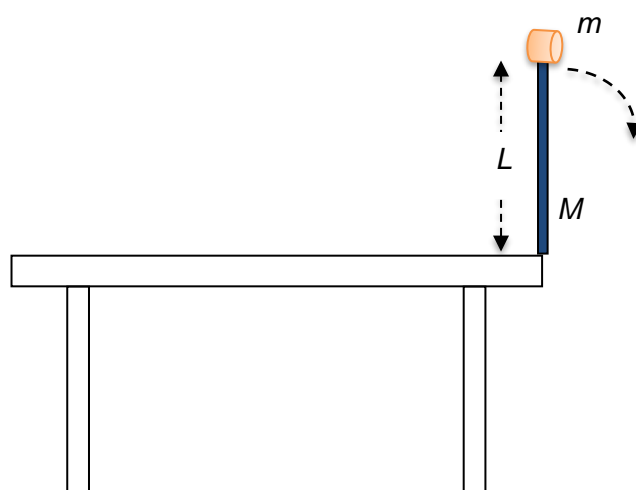

Figura 5. Ilustración de la rotación de la barra uniforme con objeto pegado a su extremo.
5. Repita el procedimiento anterior (pasos 1 a 3), pero esta vez agregue una masa puntual m al extremo superior de la varilla como se ilustra en la figura 5. Recuerde que se espera que la masa m se comporte como puntual, por lo cual se debe pegar o adherir en todo el extremo superior de la varilla una piedra, una tuerca pesada u otro objeto muy denso que quede bien pegado. Use cinta o plastilina para pegar el cuerpo. Recuerde que si usa plastilina, esta deberá incluirse en la masa m adicional.